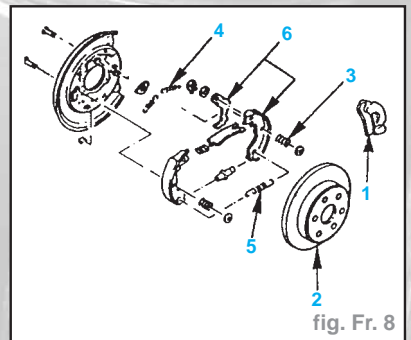

fig. Fr. 8
• L'ensemble étrier de frein (1) - (voir l'opération correspondante) (fig. Fr. 8).
• Le disque de frein arrière (2) (voir l'opération correspondante).
• Les ressorts et les goupilles de sécurité (3) de mâchoires, les ressorts de rappel supérieurs (4).
• Les ressorts de rappel inférieurs (5), les ensembles mâchoires (6).